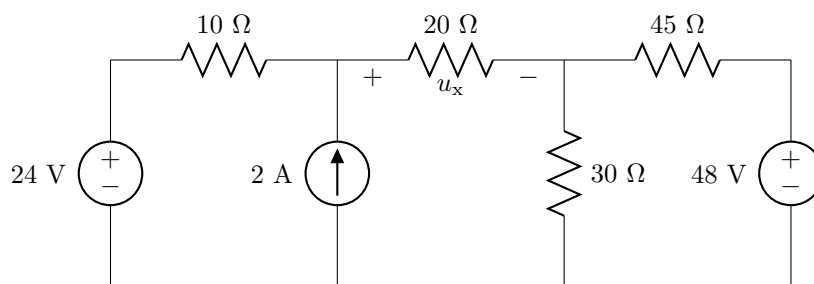

Figura 3.7: Circuito del problema 9.
9. Utiliza superposición para determinar el valor de  $u_x$  en el circuito de la figura 3.7.